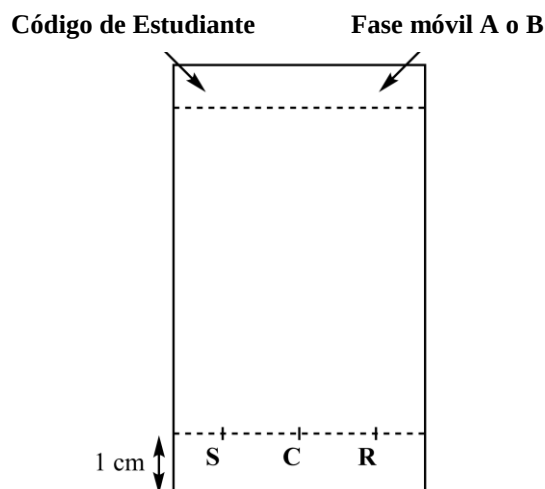

Figura 3. Preparación de la placa de CCD
3. **Prepara la placa de CCD.** Utiliza un lápiz para **dibujar** cuidadosamente la línea de siembra (a 1 cm de la parte de abajo de la placa) y **marca** las posiciones para sembrar las 3 muestras. **Rotúlalas** como **S** (material de partida), **C** (producto crudo) y **R** (producto recristalizado), como se muestra en la Figura 3. En el margen superior izquierdo de la placa, **escribe** tu **Código de Estudiante**. En el margen superior derecho, **escribe** la fase móvil utilizada (**A** o **B** según corresponda). **Siembra** las tres muestras en la placa, utilizando los capilares.